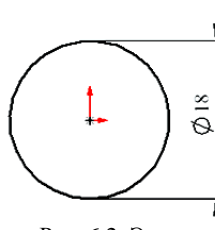

Рис. 6.2. Эскиз витка пружины
3. Открыть эскиз (кнопка  ) и нарисовать окружность диаметром 18 мм (кнопки  ,  , рис. 6.2).